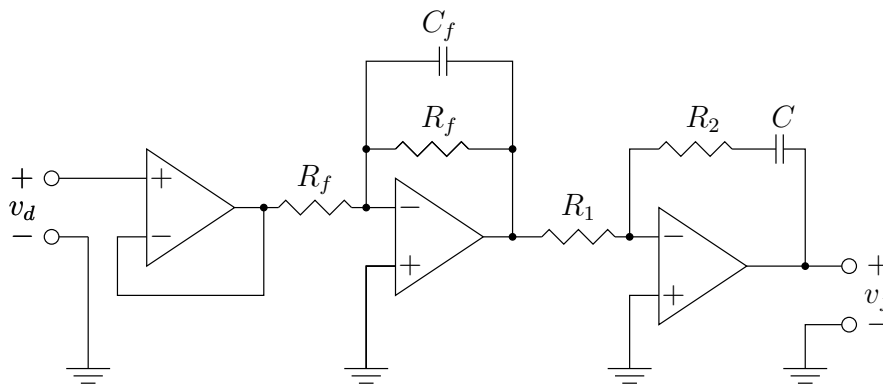

Figura 4
9. Con el propósito de aumentar la atenuación de armónicos de alta frecuencia originados en el detector de fase, se modifica el filtro, agregando un capacitor de capacidad  $C_f$ , como se representa en la figura 4.